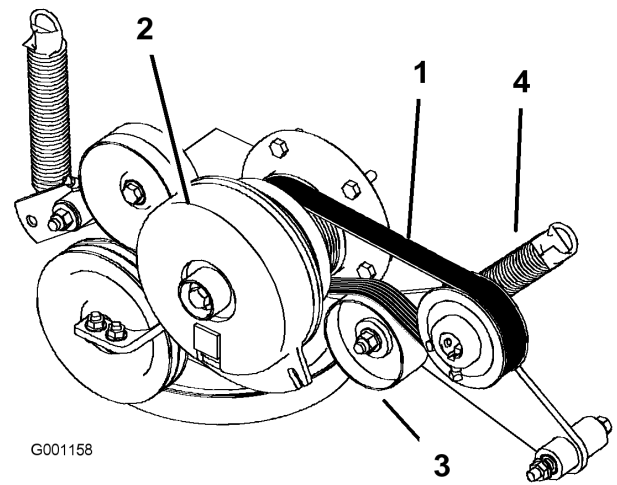

Figure 60
3. Décrochez le ressort du bras de la poulie de tension (Figure 60).
4. Montez la courroie neuve sur les poulies du moteur et des pompes hydrauliques (Figure 60).
6. Raccrochez le ressort au bras de la poulie de tension (Figure 60).